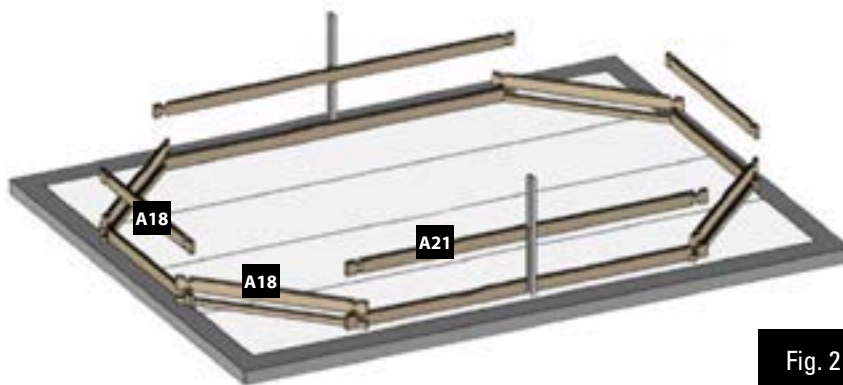

Fig. 2
**EN 2nd LAYER OF BOARDS:** • Install the second layer of boards as shown in figure 2. • There is a wooden wedge in the structure packet to correctly assemble the boards. • Never directly hit against the boards. You would damage the pegs and would weaken the structure. Do not hit them with anything metallic. This would inevitably damage the wood. • Try to correctly assemble the boards right from the start. There should not be any space between each layer of boards to avoid maladjustment of the higher boards.
**FR 2ÈME RANGÉE DE MADRIERS :** • Positionnez les madriers de la deuxième rangée conformément à la figure 2. • De manière à emboîter correctement les madriers, une cale en bois est à votre disposition dans le colis de structure. • Ne pas taper directement sur les madriers. Cela abîmerait les languettes et nuirait à la solidité de la structure. • Ne pas frapper avec une pièce métallique. Cela détériorerait le madrier irrémédiablement. • Veillez à emboîter bien à fond les madriers dès le départ. Il ne doit pas y avoir d'espace entre chaque rangée pour éviter un décalage au niveau des madriers supérieurs.
**DE 2. BRETTERREIHE:** • Platzieren Sie die Bretter der zweiten Reihe laut Abb. 2. • Um die Bretter richtig anbringen zu können, finden Sie einen Holzkeil im Paket des Tragwerks. • Nicht direkt auf die Bretter klopfen. Das würde die Zapfen und die Festigkeit des Tragwerks beschädigen. • Nicht mit einem Metallteil darauf klopfen. Es würde das Holz unabänderlich beschädigen. • Versuchen Sie, die Bretter von Anfang an tiefgehend ineinander zu fügen. Zwischen den Reihen darf kein Platz sein, um eine Fehlanpassung der oberen Bretter zu vermeiden.
**NL 2ª RIJ PLANKEN:** • Plaats de planken van de tweede rij zoals aangegeven op afbeelding 2. • Om de planken correct te assembleren, zit er een houten wig in het pakket van het frame. • Sla niet direct op de planken. Daardoor gaan het profiel kapot en wordt de stevigheid van het frame ondermijnd. • Sla er niet direct op met metaal. Hierdoor raakt het hout onherstelbaar beschadigd. • Zorg ervoor dat de planken vanaf het begin stevig op elkaar aansluiten. Er mag geen ruimte tussen de rijen overblijven, om te voorkomen dat de bovenste houtdelen onregelmatig uitkomen.